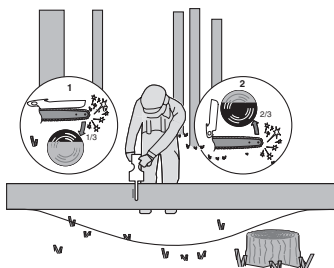

Bild 4
När stocken stötts i båda ändarna, så som visas på bild 4, såga 1/3 diameter från ovsidan (kapning från ovsidan) (1). Gör sen den avslutande kapningen genom kapning från undersidan, från de undre 2/3 (2), för att möta den första sågningen.